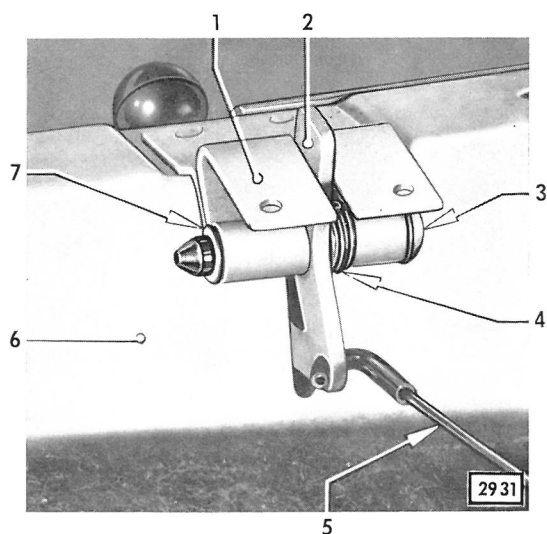

Bild 169 - Anordnung Sitzverstellhebel mit Feder an linker Sitzstütze
4. Sollte es erforderlich sein, die Feder eines Sitzverstellhebels zu ersetzen, so ist für den Aus- und Einbau der Feder die in Bild 169 gezeigte Anordnung zu beachten.